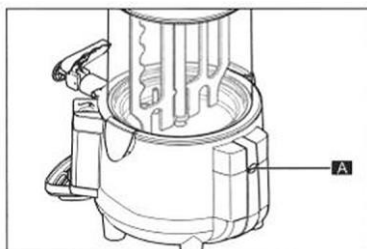

Рис. 2
4. Удалить с помощью соответствующего инструмента стопорный винт (A) (рис.2).